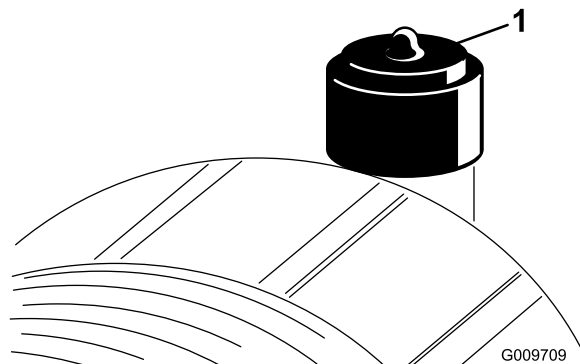

Bild 46
Warten Sie den Luftfilter nur, wenn dies von der Kundendienstanzeige angegeben wird (Bild 46). Das frühzeitige Auswechseln des Luftfilters erhöht nur die Gefahr, dass Schmutz in den Motor gelangt, wenn Sie den Filter entfernen.
2. Stellen Sie die Anzeige (**Bild 46**) zurück, wenn sie auf Rot steht.